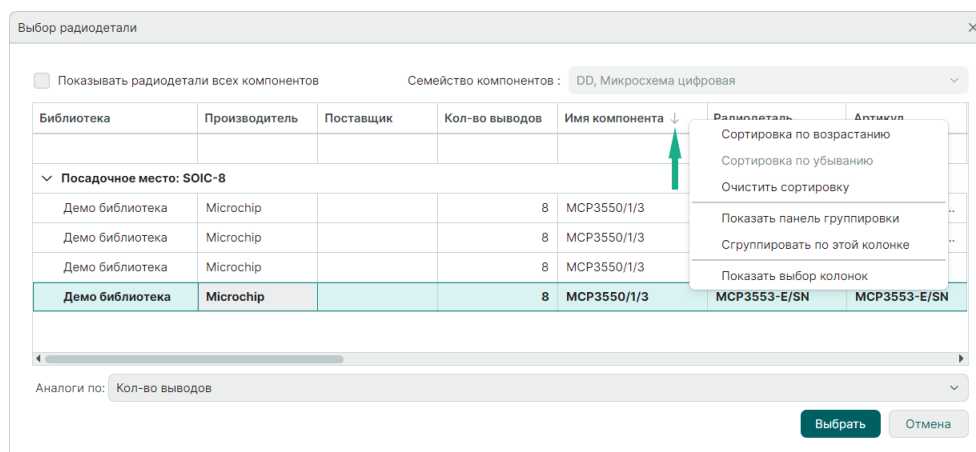

Рис. 112 Изменение сортировки внутри столбца
6. Сортировка данных внутри столбца возможна двумя способами: нажмите на заголовок необходимого столбца или выберите команду «Сортировка по возрастанию»/«Сортировка по убыванию» из контекстного меню на заголовке столбца. Текущий способ сортировки будет обозначен символами ↑ «Сортировка по возрастанию» и ↓ «Сортировка по убыванию», Рис. 112.